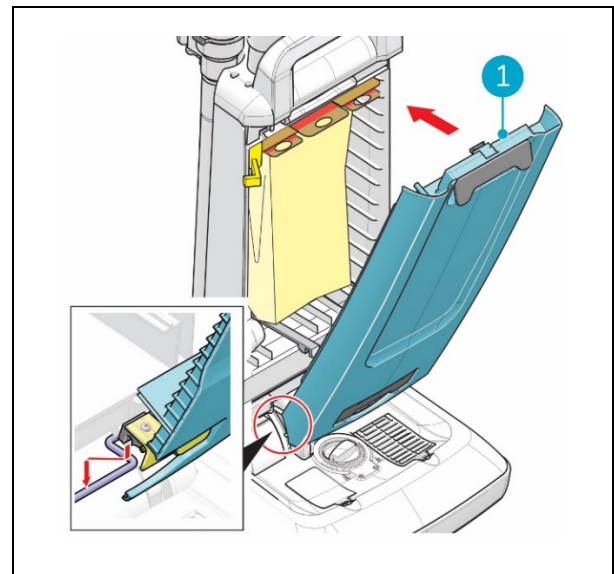

Figura 14
9. Vuelve a colocar la cubierta delantera (Figura 14, pos. 1) en su lugar y ciérrala. Cuando suena un clic, está bloqueada.